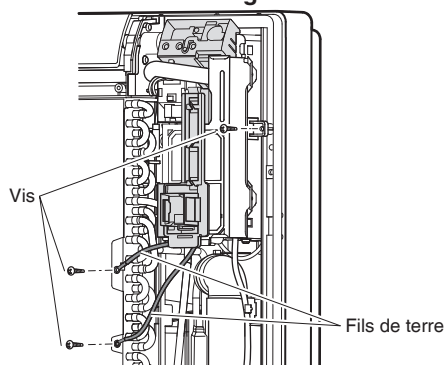

Fig. 6
- 5) Après avoir retiré les fils de terre (2 vis), retirez le boîtier de câblage électrique (1 vis). (Voir Fig. 6)